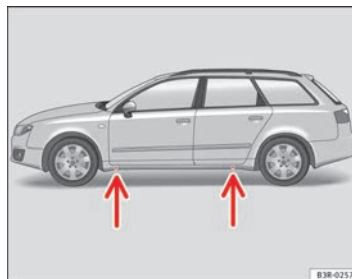

Fig. 194 Cambio de rueda: Puntos de apoyo del gato
- Busque en el larguero inferior el **punto de alojamiento** más cercano a la rueda pinchada ⇒ página 272, fig. 194 -flechas-.
En el larguero inferior van marcados los lugares en los que se puede apoyar el gato ⇒ página 272, fig. 194 -flechas-. Se ha previsto *un* lugar para cada rueda. El gato no debe colocarse en otros lugares.